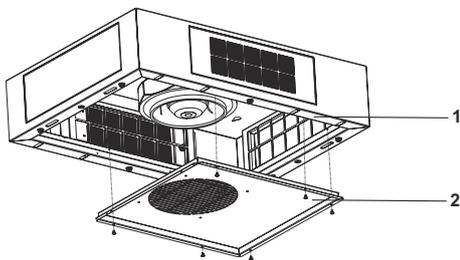

Fig. 15
5. ➔ Installare il coperchio della cabina del motore con 6 viti sulla scatola del motore (Fig. 15).